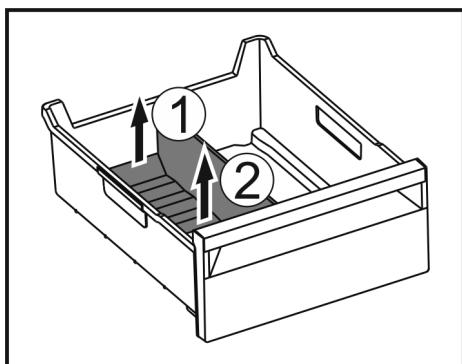

Fig. 166
► Приподнимите заднюю часть разделителя отделения для льда. Fig. 166 (1)
► Извлеките разделитель отделения для льда движением вверх. Fig. 166 (2)